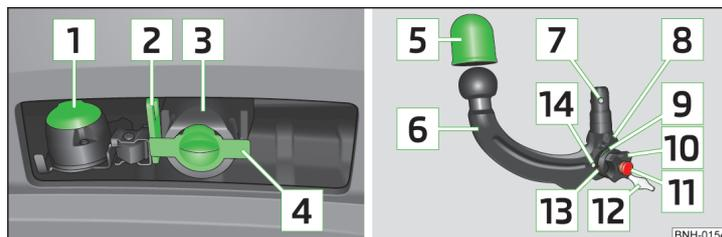

Fig. 100 Presa del gancio di traino / Testa sferica
Presenza del dispositivo di traino e testa sferica » fig. 100
- Rimuovere verso il basso il cappuccio protettivo per il pozzetto di alloggiamento **4** » fig. 100 a pagina 113.
▶ Inserire il cappuccio protettivo per il pozzetto di alloggiamento **4** » fig. 100 a pagina 113.